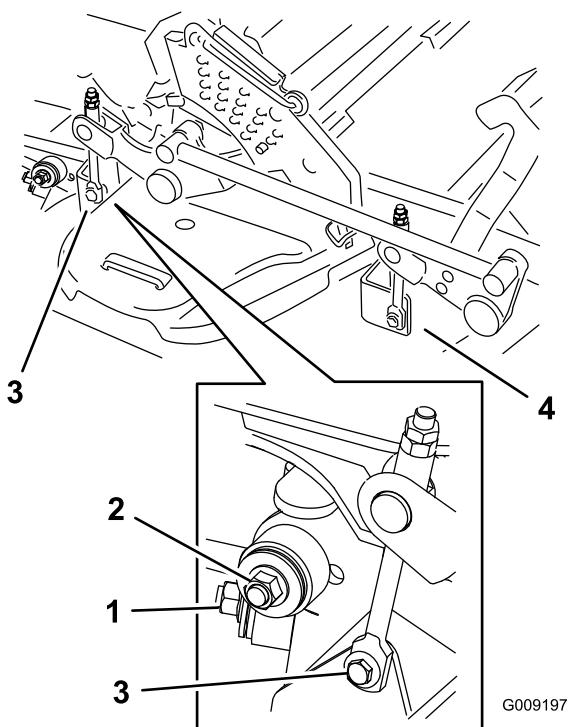

Figura 110
7. Retire e guarde as ferragens em ambos os lados da plataforma, como se mostra na Figura 110.